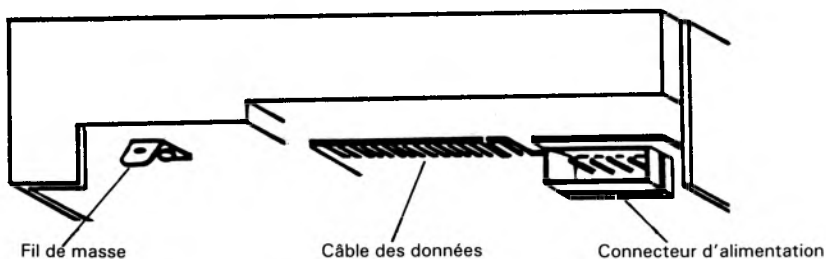

Figure 3
- 5 Montez l'unité de disque en vous référant au Manuel de l'utilisateur, puis branchez les câbles comme indiqué sur la Figure 3.
- 6 Branchez le fil de masse, le câble des données et le connecteur d'alimentation (voir Figure 3).